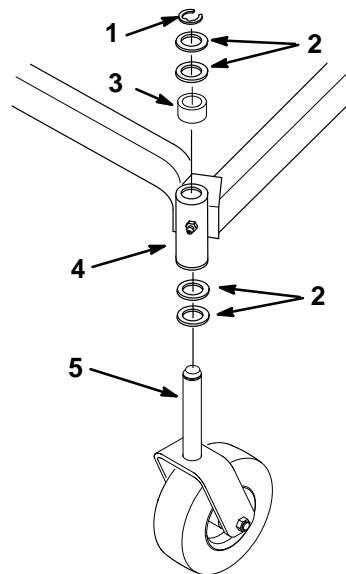

Abbildung 29
- Haltering, Druckscheibe(n) und Abstandsstück von der Oberseite der Ablenkradgabel entfernen (Abb. 29).
- Die Ablenkradgabel auf Verschleiß überprüfen und bei Bedarf austauschen (Abb. 29).
- Die Ablenkradgabel durch die Buchsen im Montagerohr schieben. Abstandsstück und Druckscheibe(n) wieder an der Gabel anbringen und mit dem Haltering sichern (Abb. 29).